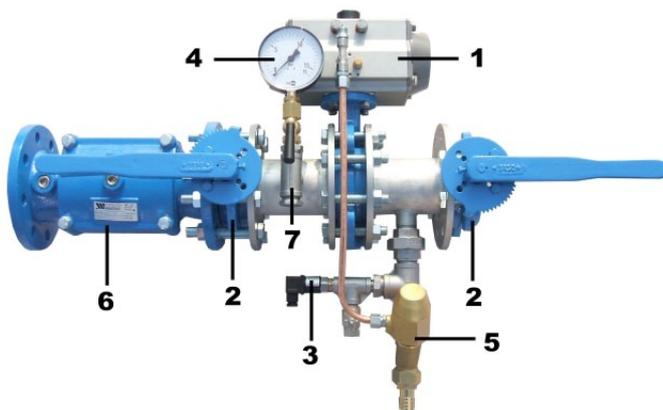

Bild 1
- 1 Füllarmatur (Bild 1) mit montierten Anschlussflanschen und Steuerelementen
1.2 Füllarmatur (hydraulischer Teil - Bild 1)
Im Bedarfsfall wird durch Öffnen eines Schlauchanschlussventils an einem Wandhydranten das Füllen der Löschwasserleitung ausgelöst. Dazu wird das Entleerungsventil (Bild 1) an der Füllarmatur geschlossen und die Füllarmatur (Bild 1) geöffnet. Beim Schließen des letzten Schlauchanschlussventils an einem Wandhydranten schließt die Füllarmatur, danach öffnet das Entleerungsventil an der Station und das Leitungssystem wird wieder entleert.
- 3 Schließen Sie die eingangsseitige Absperrklappe (Bild 1) indem Sie den Hebel der Klappe in eine 90° Stellung zur Rohrleitung bewegen.